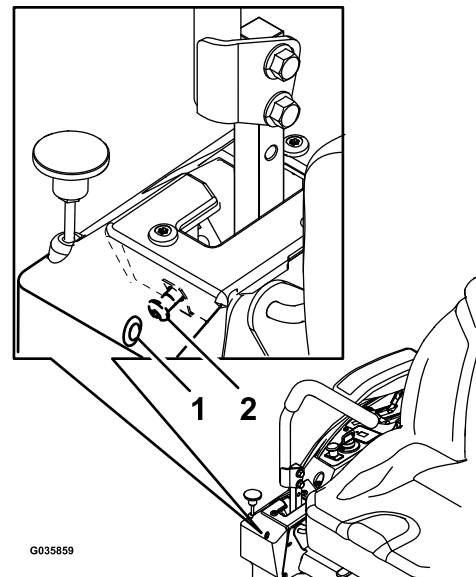

Bild 58
6. Wenn die Maschine nach rechts zieht, stecken Sie einen Sechskantschraubenschlüssel durch das Zugangsloch in der Abdeckungsplatte vorne rechts und drehen Sie die Spurweitenschraube nach rechts oder nach links, um das Spiel des Hebels einzustellen (**Bild 58**).
7. Wenn die Maschine nach links zieht, stecken Sie einen Sechskantschraubenschlüssel durch das Zugangsloch in der Abdeckungsplatte vorne links und drehen Sie die Spurweitenschraube nach rechts oder nach links, um das Spiel des Hebels einzustellen (**Bild 58**).